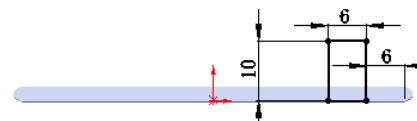

图 15.4.15 边线—法兰 1 草图
(3) 定义法兰参数。
① 定义法兰角度值。在 **角度(G)** 区域中的 文本框中输入角度值 90.0。
② 定义长度类型和长度值。在“边线法兰”对话框 **法兰长度(L)** 区域的 下拉列表中选择 **给定深度** 选项，在 文本框中输入深度值 1.0。
③ 定义法兰位置。在 **法兰位置(N)** 区域中单击“折弯在外”按钮 .
(4) 单击 按钮，完成边线—法兰 1 的初步创建。
(5) 编辑边线-法兰 1 的草图。在设计树的 **边线-法兰1** 上右击，在弹出的快捷菜单中单击“编辑草图”按钮 ，系统进入草图环境。绘制图 15.4.15 所示的草图。退出草图环境，